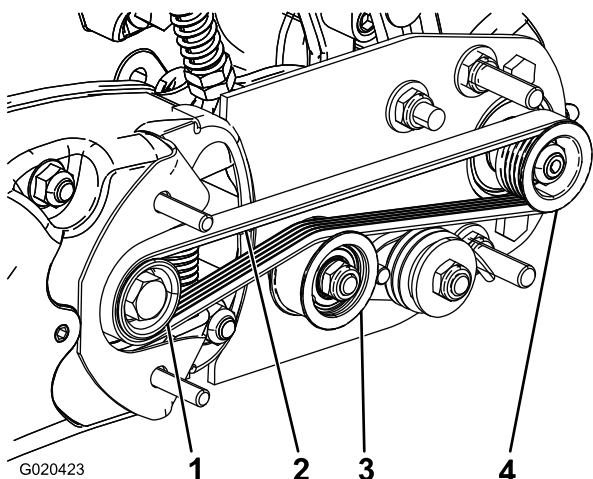

Figure 11
- Passez la courroie autour de la poulie d'entraînement puis sur le dessus de la poulie de tension (Figure 11).